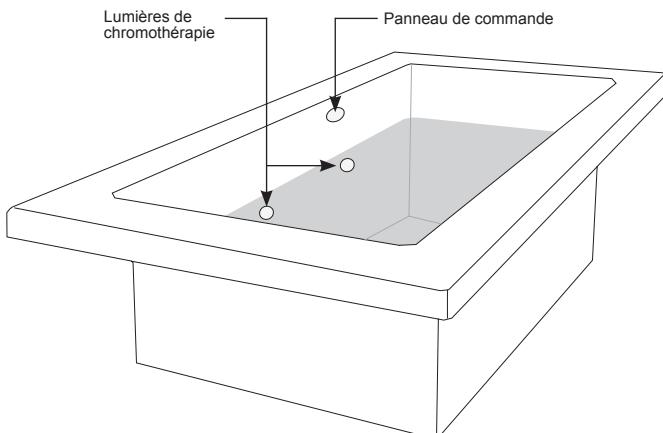

Figure 2 - configuration possible
- 1** Planifiez l'emplacement du panneau de commande. Une configuration possible est illustrée à la droite (figure 2).